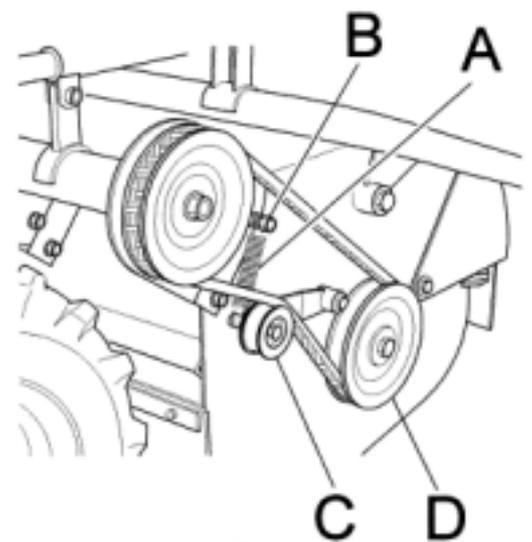

Fig. 10
- staccare la molla (Fig. 10 Rif. A), dalla vite di aggancio superiore (Fig. 10 Rif. B), cosicchè il tendicinghia (Fig. 10 Rif. C) risulti libero e si abbassi automaticamente.
- sfilare la cinghia facendo manualmente ruotare in senso anti-orario la puleggia inferiore (Fig. 10 Rif. D).